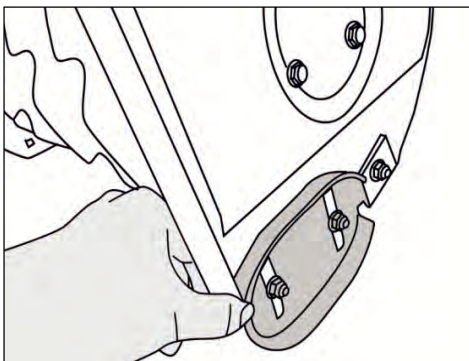

Рис. 17
14. Установите ограничительные башмаки так, чтобы шнек не касался убираемой поверхности (земля, бетон, асфальт и тд.) (рис. 17).
Ослабьте гайки крепления ограничительных башмаков (рис.17) с обеих сторон снегоочистителя и сдвиньте башмаки до соприкосновения с землей.